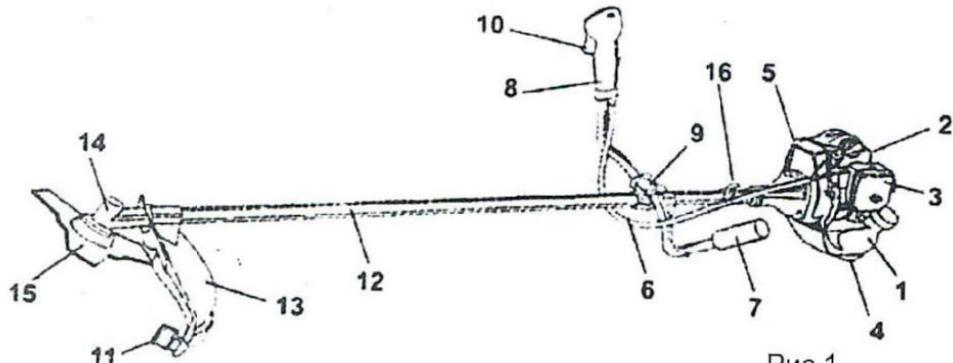

Рис.1.
Основные элементы и части триммера бензинового представлены на рис.1.
U-образная рукоятка (см. рис.1) состоит из двух частей: левой (7) и правой (8) ручек управления, которые прикреплены к штанге (12) с помощью соединительного кронштейна (9). Левая ручка служит для удержания триммера бензинового левой рукой, а правая ручка - для удержания правой рукой и управлением работой триммера бензинового.